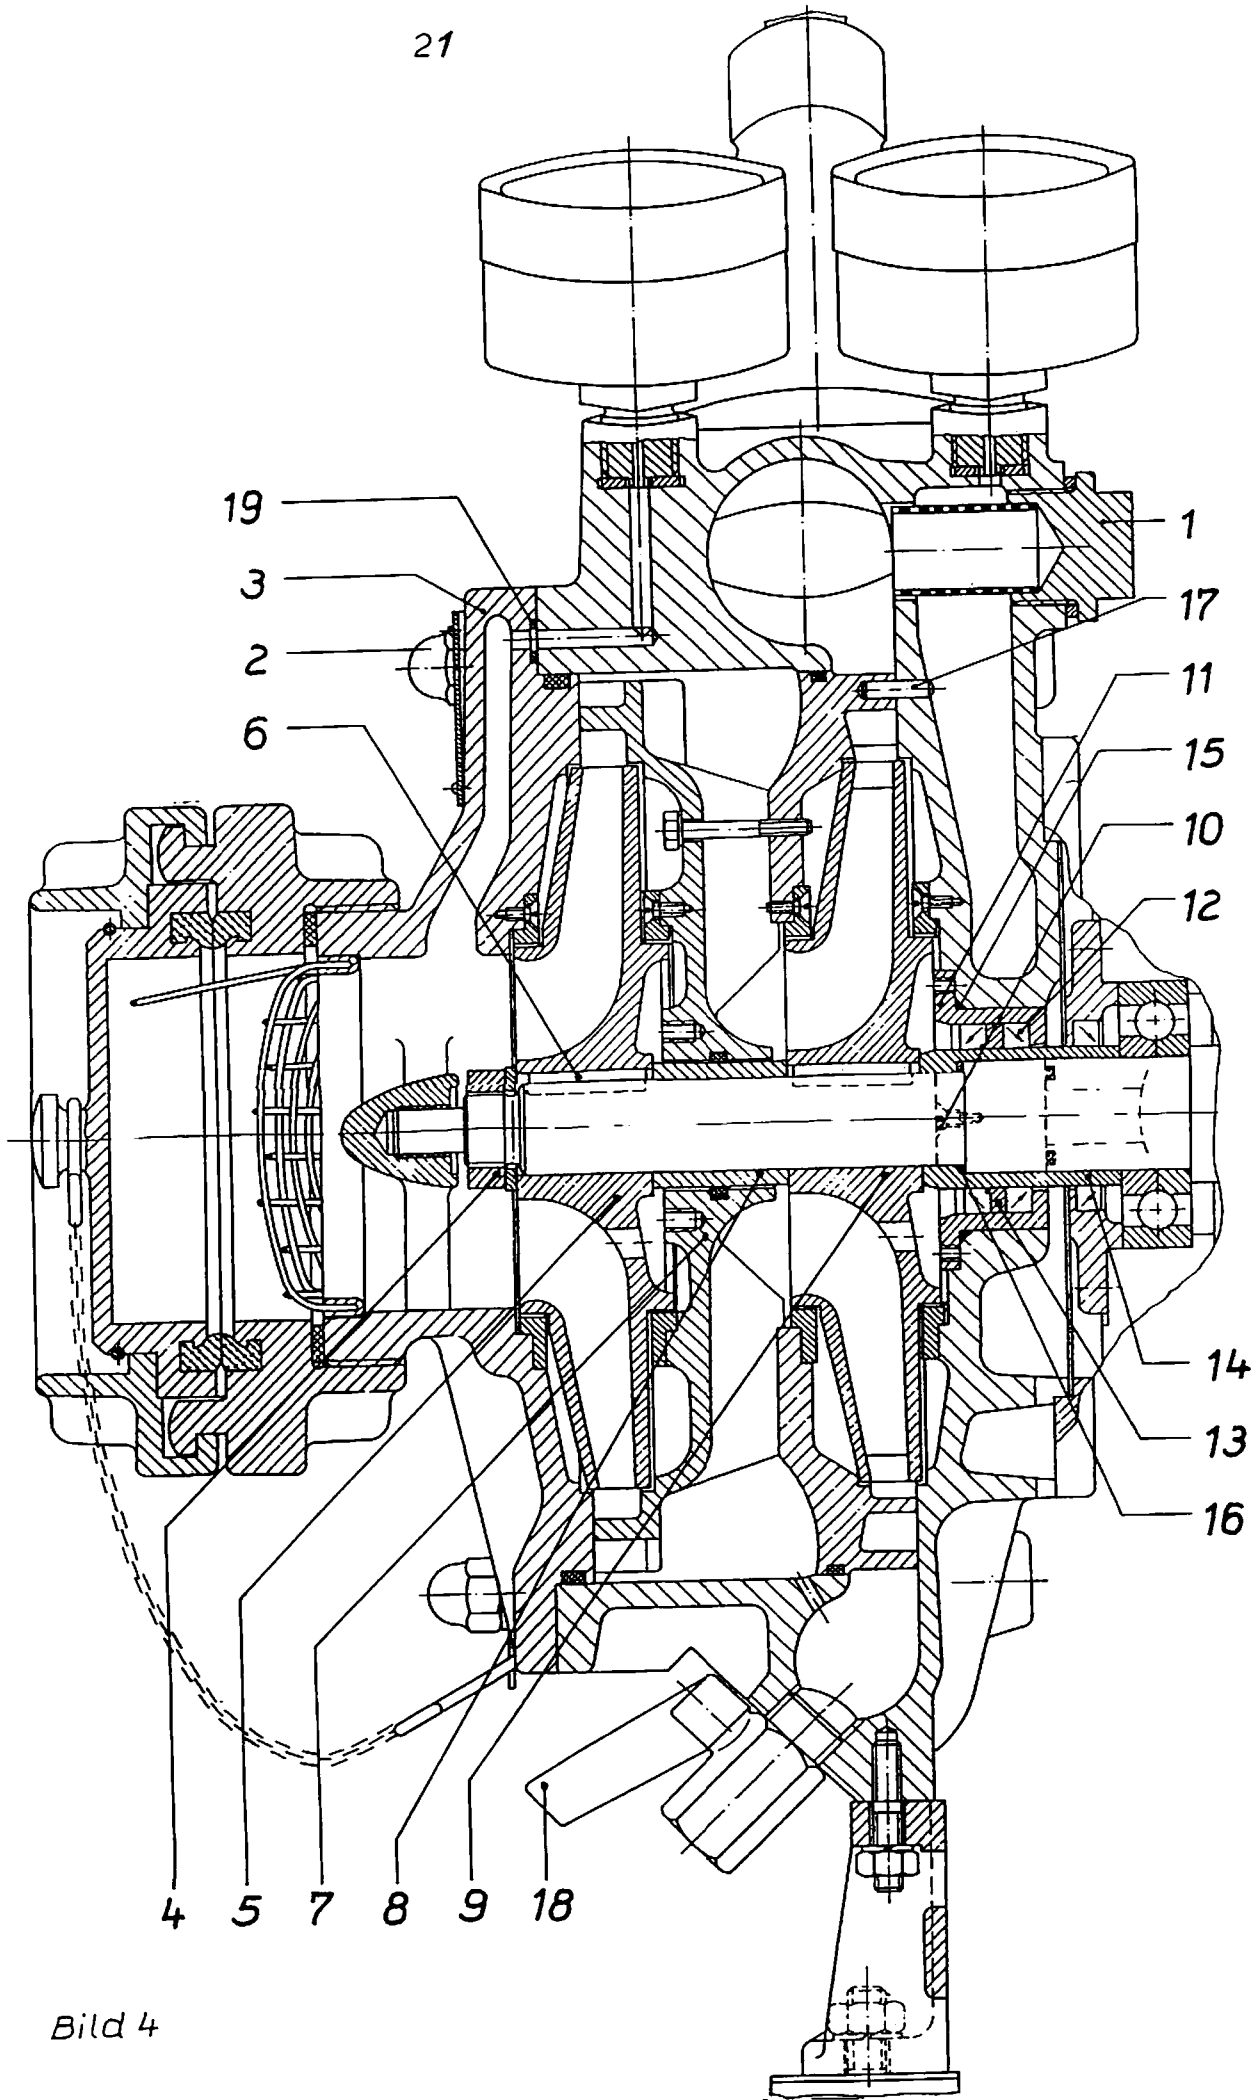

Bild 4
Jeweils aller 10 Betriebsstunden sollte der Siebeinsatz (1) für die Entlüftungspumpen herausgeschraubt und gereinigt werden. Er befindet sich hinter den beiden Manometern (siehe Bild 4).